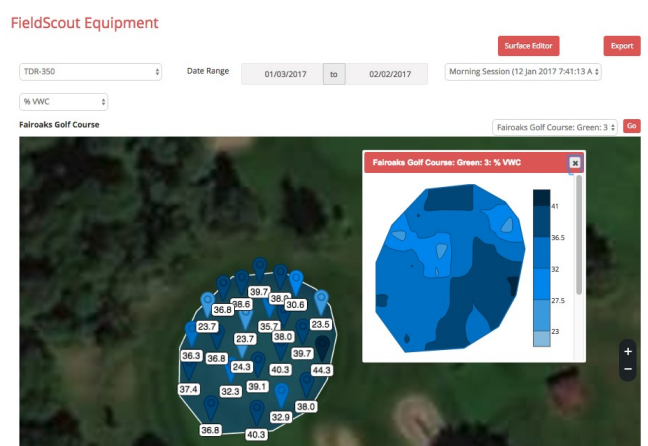
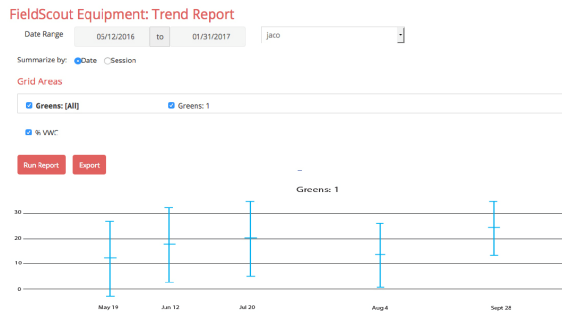

Fig. 3. Trazado de contorno 2-D en SpecConnect
Fig. 4. Informe de Tendencias
pantalla **Take Reading** (Fig. 3).
7. El aplicativo buscará el dispositivo Bluetooth. La lista de dispositivos escaneados se mostrará a continuación (Fig. 4).
Los datos de la versión Pro del aplicativo se envían instantáneamente a SpecConnect. Los datos se pueden ver en forma de mapa (fig. 3), exportar a una hoja de cálculo Excel o ver como un Informe de Tendencias (fig. 4).